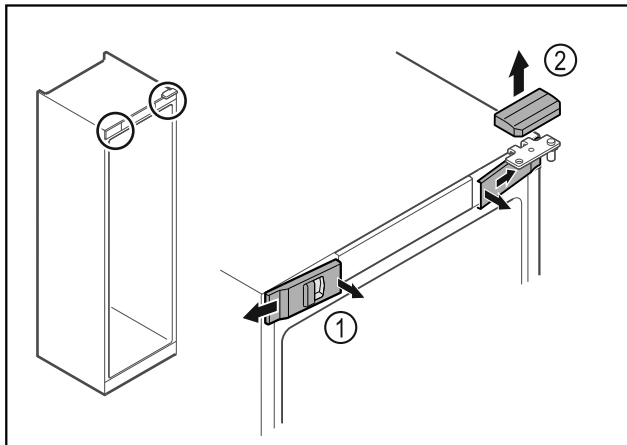

Fig. 12
- ▶ Očistite zvnútra predné kryty Fig. 12 (1) a odoberte ich do strany.
- ▶ Odoberte horný kryt Fig. 12 (2) nahor.